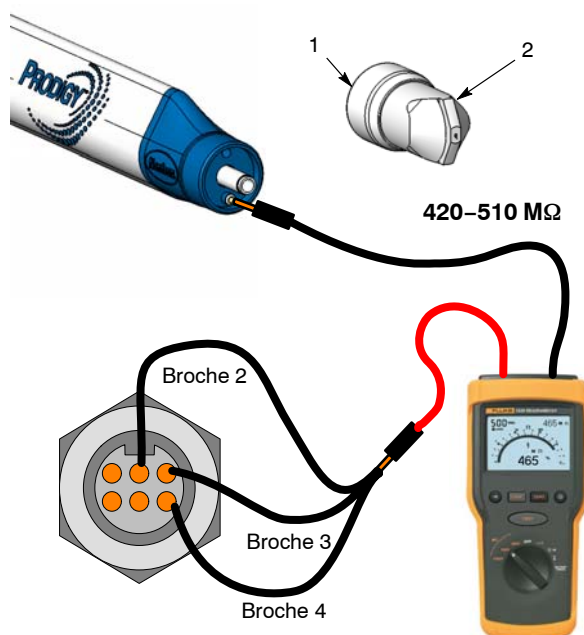

Fig. 14 Test du multiplicateur/résistance
1. Voir la figure 14. Retirer l'écrou de fixation (1) et la buse (2).